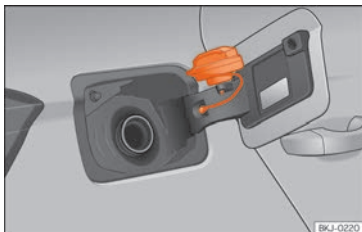

Fig. 261 Tampa do depósito com o tampão encaixado.
- Coloque-a no espaço existente na dobradiça da tampa aberta »» Fig. 261.